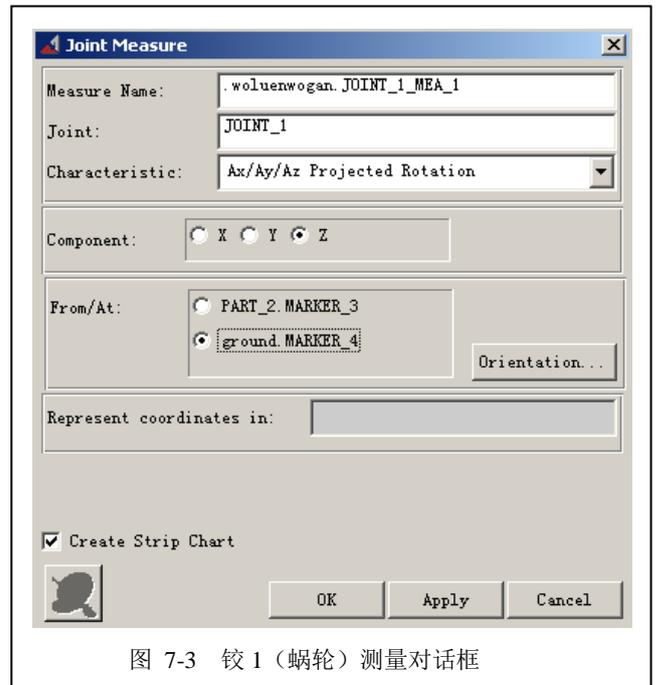
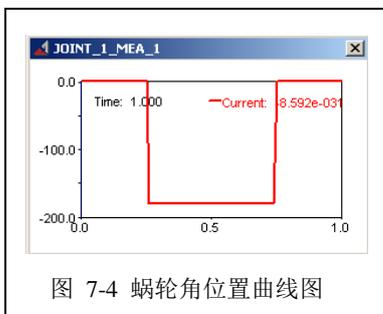

图 7-3 较 1 (蜗轮) 测量对话框
图 7-4 蜗轮角位置曲线图
7.2 在弹出的较测量 (Joint Measure) 对话框中, 在 **Characteristic** 栏选择 **Ax/Ay/Az Projected Rotation**; 在 **Component** 栏选择 **Z**; **From/At** 栏选择 **ground.MARKER_4** (也可以选择 **PART_2.MARKER_3**)。表示测量蜗轮的旋转角度。如图 7-3 所示。然后点击对话框下面的 OK 键确定, 将弹出图 7-4 所示的蜗轮角位置曲线图。